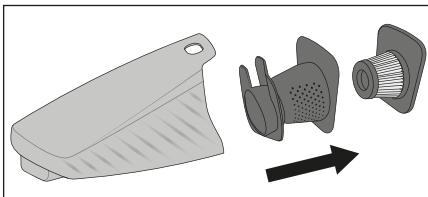

Abb. 4
① Hinweis
- Um beste Ergebnisse zu erzielen, leeren Sie den Schmutzbehälter ⑦ und reinigen Sie den EPA-Filter ⑤ regelmäßig.
- Falls Sie einen neuen EPA-Filter ⑤ benötigen, wenden Sie sich an unseren Service (siehe Kapitel **Ersatzteile bestellen**).
- 1) Um den Schmutzbehälter ⑦ zu öffnen, nehmen Sie das Handteil ③ aus der Handteilmulde ⑬.
- 2) Drücken Sie die Entriegelungstaste ▲ ④ und ziehen Sie gleichzeitig den Schmutzbehälter ⑦ nach vorne ab.
- 3) Ziehen Sie zunächst den EPA-Filter **5** und dann den Grobfilter **6** aus dem Schmutzbehälter **7** heraus (Abb. 4). Klopfen Sie beide Teile über einem Müllheimer o. Ä. aus. Bei Bedarf können Sie den EPA-Filter **5** mit klarem Wasser abspülen. Lassen Sie ihn anschließend an der Luft vollständig trocknen.